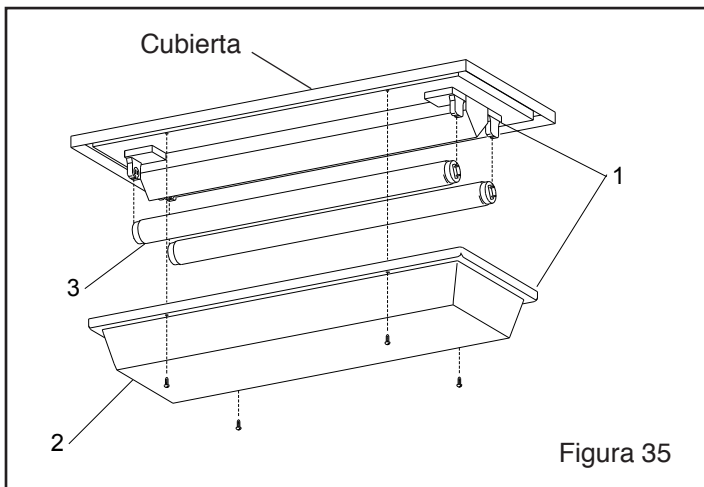

Figura 35
9.6 Ensamble de lámpara, Figura 35